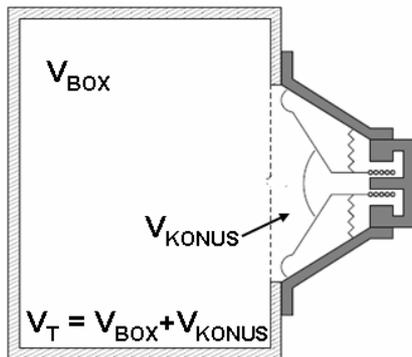

Bild 10.2a: Volumenmethode
ist zu berücksichtigen, dass zu dem exakten Volumen des Testbox das Volumen des Lautsprecherkonus addiert werden muss (s. Bild 10.2a).
- 4) Die Messung des LS im Testgehäuse durchführen (s. Bild 10.2a)